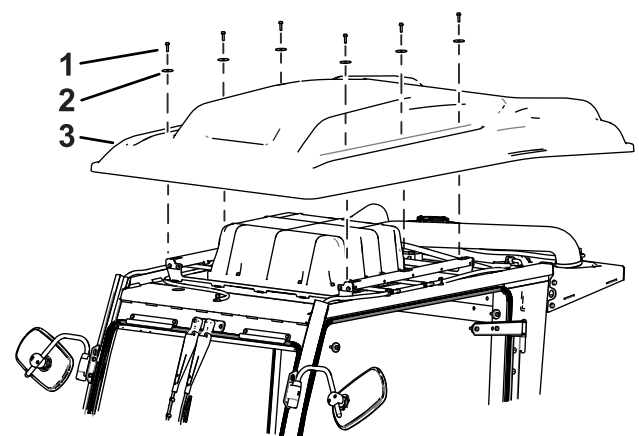

Figure 1
3. Déposez le toit de la cabine, comme montré à la Figure 1.